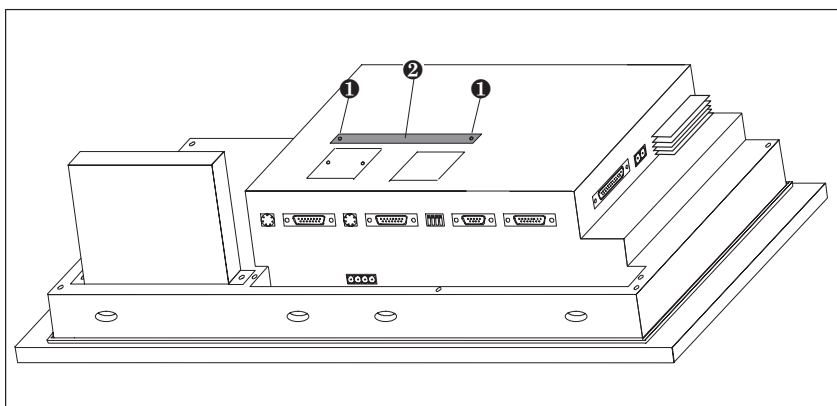

Figura 18-1 Retire la cubierta
2. Afloje dos tornillos ❶ y retire la cubierta marcada con ❷ en la figura 18-1 de la pared trasera del OP. Enrosque de nuevo los tornillos en la misma posición en la caja.
3. Inserte la ranura de ampliación AT a través del dispositivo de inserción en el conector hembra que se encuentra debajo de la cubierta ❷ en la figura 18-1.